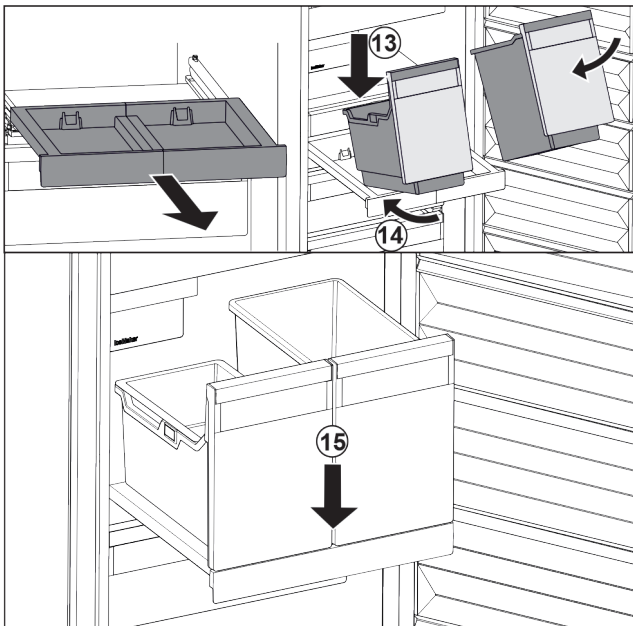

Fig. 86
- ▶ Встановити резервуар на витяжну панель навкоси. Fig. 86 (13)
- ▶ Насунути резервуар навкоси до зад. Fig. 86 (14)
- ▶ Резервуар опустити спереду. Fig. 86 (15)